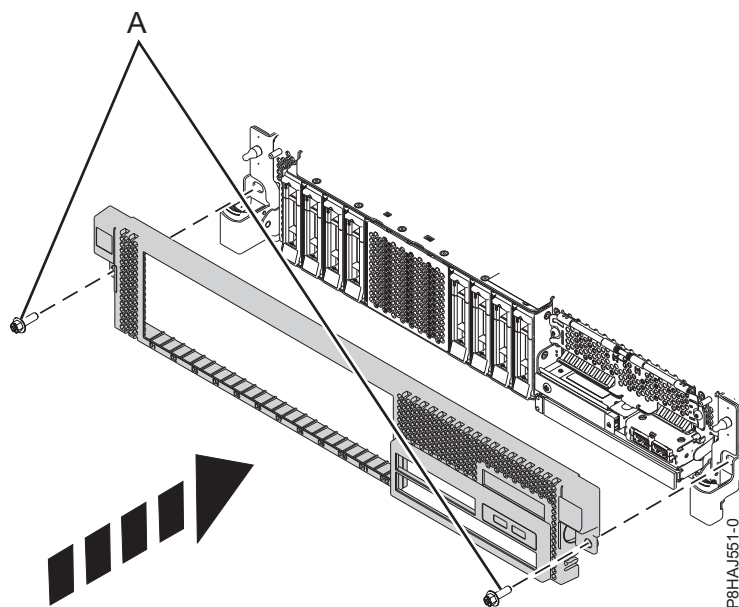

Abbildung 12. Vordere Abdeckung installieren
3. Verriegeln Sie die Entriegelungshebel in die in Abb. 12 auf Seite 33 dargestellte Richtung. Die Abdeckung schnappt ein und weist eine Vertiefung auf, an der Sie sie leichter festhalten können.
4. Bringen Sie die Transportschrauben (A) wieder an.